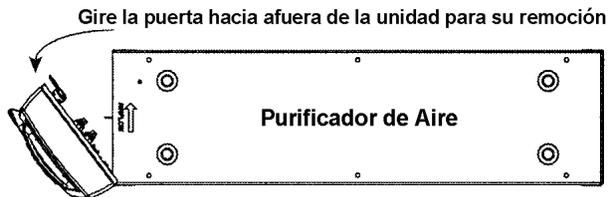

Figura 10
Paso 2 : Gire la puerta de tal manera de removerla completamente del purificador de aire. Ver **Figura 10**.